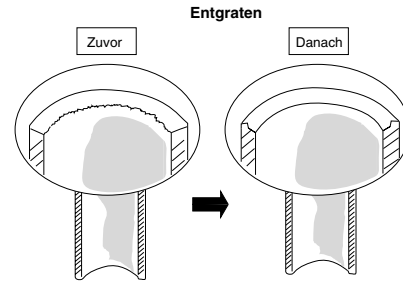

Abb. 5-1
- (1) Die Kupferleitung mit einem Rohrschneidwerkzeug auf die erforderliche Länge zuschneiden. Es wird empfohlen, dabei zur geschätzten Länge ungefähr 30 bis 50 cm hinzuzufügen.
- (2) Das Ende der Kupferleitung nun mit einer Reibahle oder Feile entgraten. Dies ist sehr wichtig und muss sorgfältig durchgeführt werden, um eine korrekte Ausweitung zu erhalten. Unbedingt darauf achten, dass keine Verschmutzung (Feuchtigkeit, Staub, Metallspäne usw.) in die Leitungen gelangen können. (Abb. 5-1 und 5-2)